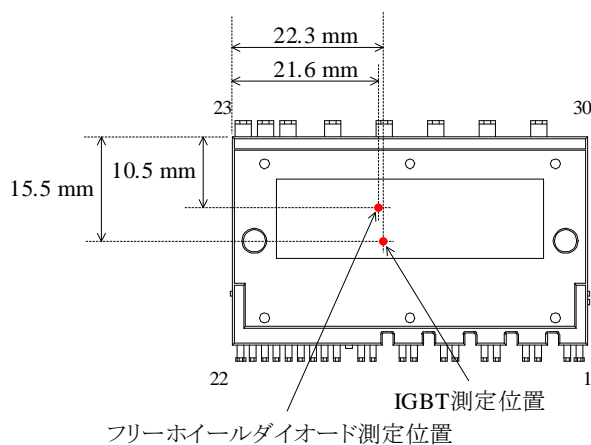

図 4-5 ケース温度測定位置
(1) 設計保証
(2) ケース温度は図 4-5 で規定
(3) 内部 IGBT のジャンクションとケース間の定常熱抵抗
(4) 内部フリーホイールダイオードのジャンクションとケース間の定常熱抵抗